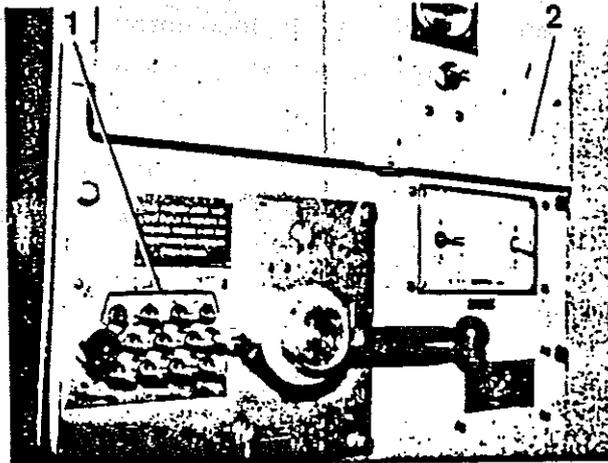

Figura 34 Seccionador de puesta a tierra en la posición de puesta a tierra, llaves amarillas de seguridad desenclavadas
- Girar a posición horizontal las llaves de seguridad amarillas para su desenclavamiento (Figura 34/1)
- Sacar una de las llaves de seguridad amarillas y abrir con ella la puerta de la cámara de alta tensión (Figura 34/2) situada encima del seccionador de puesto a tierra.